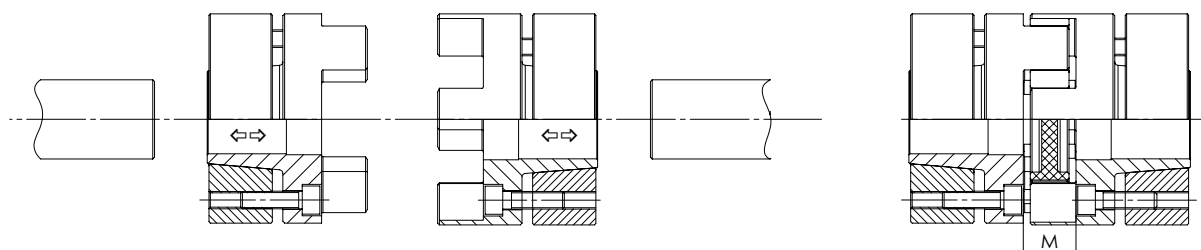

Figura 4-6 - TRASCO® ES: Montáž GESA-GESAP
- Zkontrolujte hnací a hnaný náboj pro dosažení hodnoty M (viz FIGURA 4-6 a TABULKA HODNOTA)